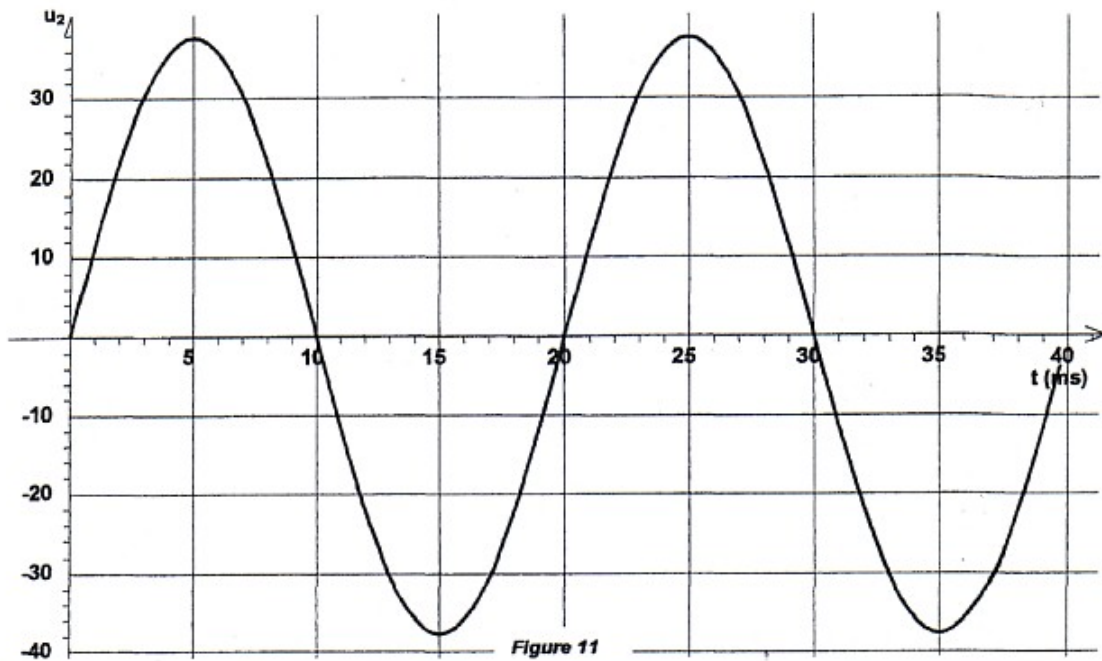

Figure 11
2.2. Sur la **figure 11** du document-réponse n°4 page 10 / 10, on a relevé l'allure de la tension $u_2(t)$ à l'entrée du pont.
2.3.1. Compléter le tableau de la **figure 11** du document-réponse n° 4 page 10 / 10 en indiquant les valeurs prises par la tension u en fonction de la tension u_2 sur chaque intervalle de temps particulier.